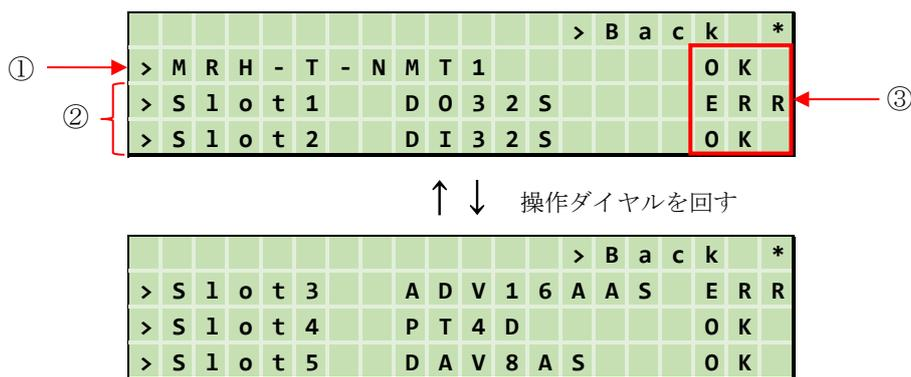
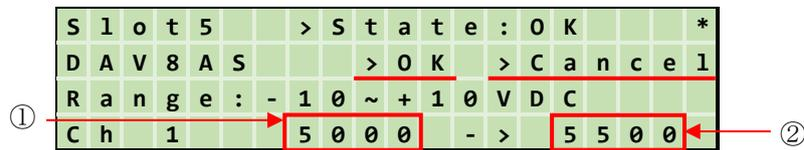

図 8.3 モジュール選択画面
図 8.13 アナログ出力値設定画面
「> Monitoring Mode」を選択するとモジュール選択画面 (図 8.3)、「> Data Save Mode」を選択するとスナップショット画面 (図 8.20) へ切替ります。
モジュール選択画面 (図 8.3) で「> MRH-T-NMT1」を選択すると、通信モジュール画面を表示します。操作ダイヤルを回すことで「MACアドレス」「ポート番号」「IPアドレス」「ゲートウェイアドレス」「サブネットマスク」の順に画面を切替えます。
② 通信モジュール状態
通信モジュールの状態を表示します (図 8.3 の③と同内容)
モジュール選択画面 (図 8.3) で「> MRH-T-NCL1」を選択すると、通信モジュール画面を表示します。
- ① 内部バス通信状態
A系/B系の通信状態を表示します (図 8.3 の③と同内容)
- ② 通信モジュール状態
モジュール選択画面 (図 8.3) でアナログ入力のモジュールを選択すると、アナログ入力モジュール画面を表示します。操作ダイヤルを回すことで、次のチャンネルに切替えます。
- ② アナログ入力モジュール状態
アナログ入力モジュールの状態を表示します (図 8.3 の③と同内容)
モジュール選択画面（図 8.3）でアナログ出力のモジュールを選択すると、アナログ出力モジュール画面を表示します。操作ダイヤルを回すことで、次のチャンネルに切替えます。また「> Set」を選択することにより、アナログ出力値設定画面（図 8.13）へ切替り、出力値を任意に設定可能です。
- ② アナログ出力モジュール状態
アナログ出力モジュールの状態を表示します（図 8.3 の③と同内容）
モジュール選択画面（図 8.3）でデジタル入力のモジュールを選択すると、デジタル入力モジュール画面を表示します。入力点数が 16 点より多ければ、操作ダイヤルを回すことで次のチャンネルのデジタル入力モジュール画面を表示します。
- ② デジタル入力モジュール状態
デジタル入力モジュールの状態を表示します（図 8.3 の③と同内容）